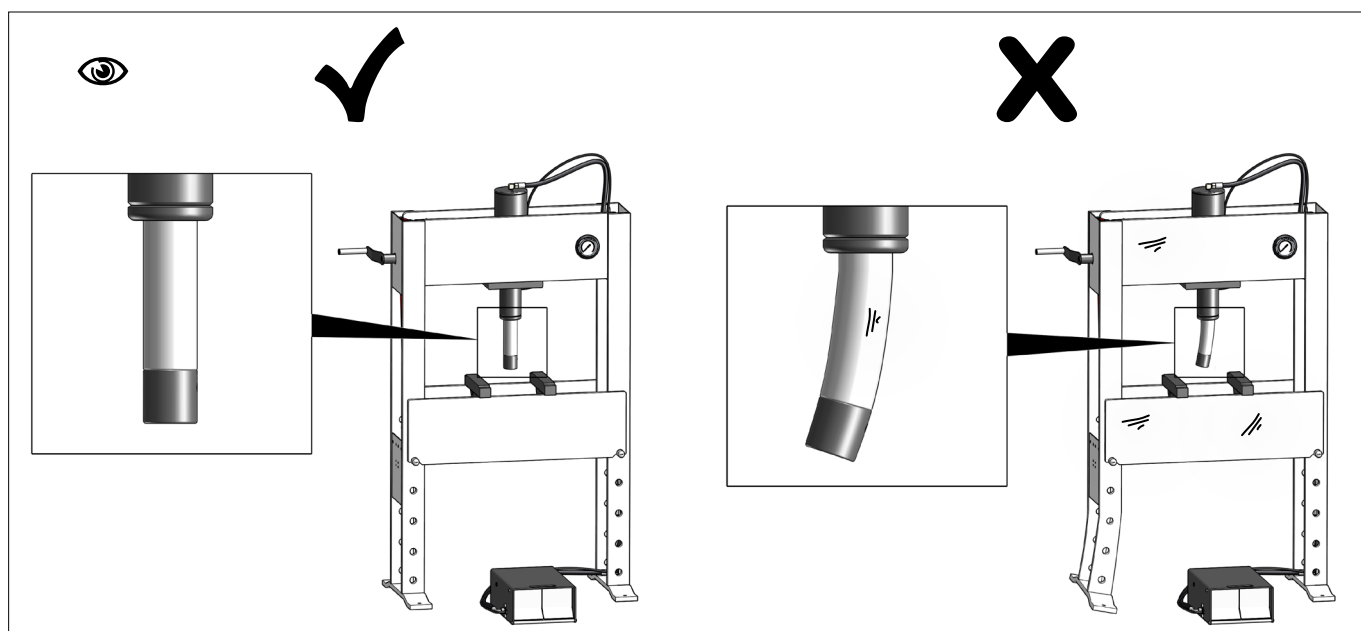

Fig.26
**(DK) Sikkerhedsmæssige eftersyn**
- Skader og unormalt slid (Fig.26)
- Damage, wear and tear (Fig.26)
- Schäden und ungewöhnliche Abnutzung (Fig.26)
- Dommages et usure (Fig.26)
- Slitage (Fig.26)
- Vauriot ja yleinen kuluminen (Fig.26)
- Schade en slijtage (Fig.26)
- Daños y desgaste (Fig.26)
- Повреждений и износа (Fig.26)